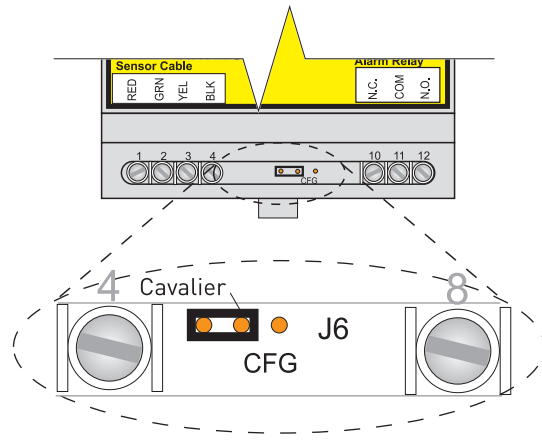

Figure 7b. Cavalier de configuration en position opérationnelle normale
- Montez le cavalier en position opérationnelle normale, comme indiqué en Figure 7b, ou enlevez-le complètement (le cavalier n'est pas requis pour l'opération normale).